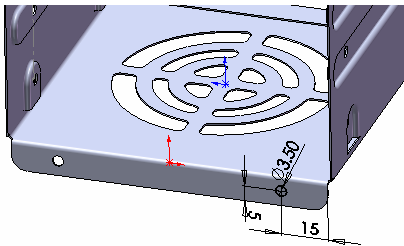

图 10-157 生成另一个简单直孔
⑨ 生成另一个简单直孔。重复上述的操作，在同一个表面上生成另一个简单直孔，直孔的位置如图 10-157 所示。